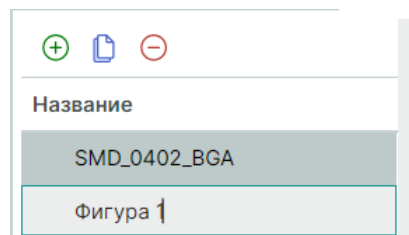

Рис. 51 Ввод названия фигуры
4. Введите название создаваемой фигуры в появившейся строке, см. Рис. 51.